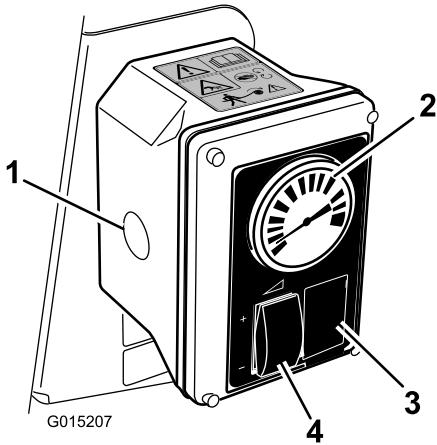

Figure 13
6. Réglez la commande de débit et la commande d'accélérateur pour augmenter ou réduire la pression au manomètre à la valeur voulue (Figure 13).